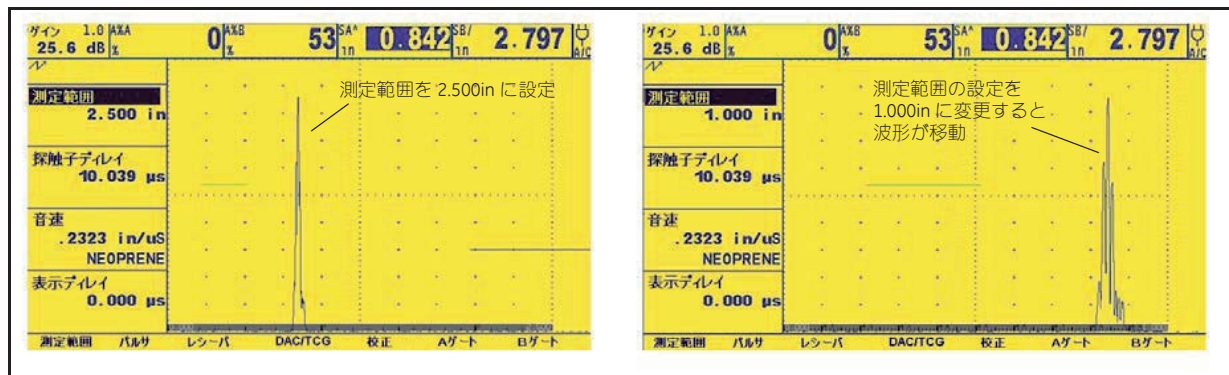

図 13: A スコープの表示範囲の設定による波形表示位置の変化
校正には試験体と同じ材質で厚さの異なる試験片を2つ使用しますが、校正を行う前に A スコープの表示範囲（表示の時間軸範囲）を設定します。通常、表示範囲は校正に使用する試験片の厚さと同等か少し大きめに設定します（図 13）。
注：自動校正の手順については図 13 を合わせて参照してください。
6. **厚いほうの試験片**に接触媒質を塗布し、探触子を当てます。Aゲートスタート機能を選択し、機能キーまたはキーを左右に動かして試験体の底面エコーがゲート内に入るようAゲートの始点を調整します（図 13）。粗調整には機能キー、微調整にはキーを使用します。